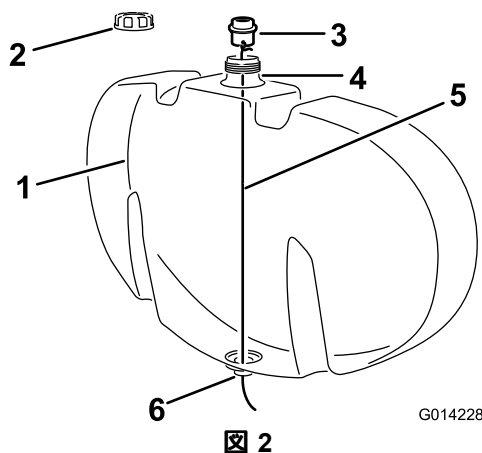

図 2
- タンクの高さよりも長い針金を用意し、これをバルクヘッドフィッティングのフォーク穴の一つに取り付ける 図 2。
- すすぎタンクのキャップ 図 2 を取る。
- 給水口から針金の先端をタンク内に降ろし、タンク底部にある開口に針金を通す 図 2。